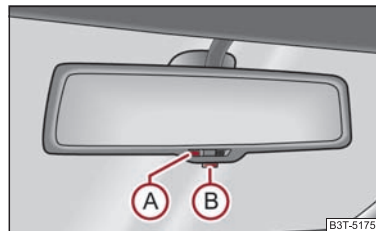

Fig. 67 Oglinda interioară cu efect heliomat automat
- Apăsați tasta B ⇒ fig. 67, lampa de control A se aprinde.